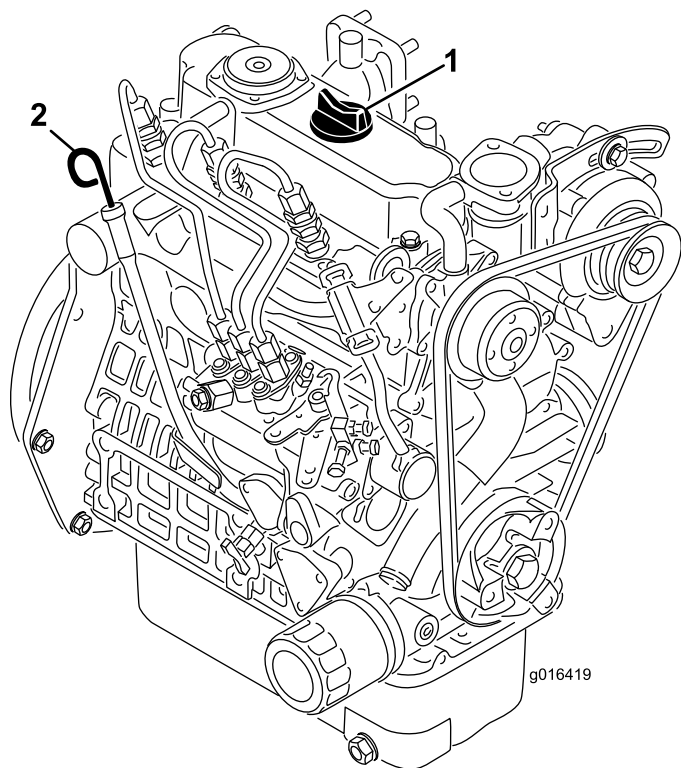

図 33
- ディップスティックを抜きウェスで一度きれいに拭く(図 33)。